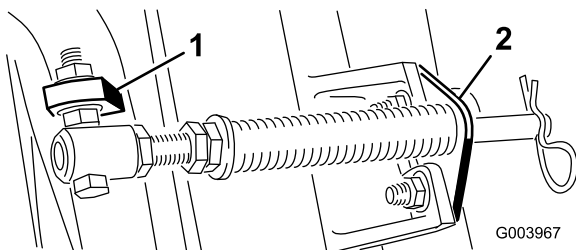
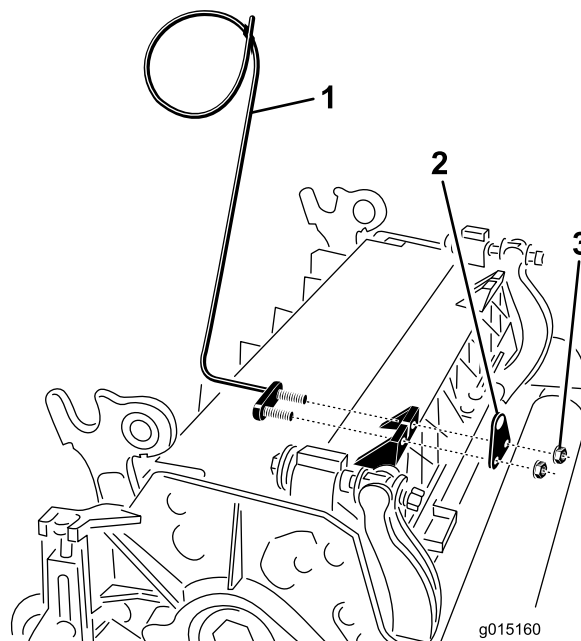

Figura 11
Figura 13
- C. Monte o parafuso no tubo da mola no separador oposto na estrutura de suporte e prenda com a porca flangeada. A cabeça do parafuso deve ser colocada no lado de fora do separador conforme ilustrado em Figura 11.
D. Monte o suporte da barra nos separadores da unidade de corte com os parafusos e porcas da carroçaria (Figura 11). Adicionalmente, na unidade de corte, monte o guia de tubos do lado esquerdo na frente dos separadores da unidade de corte ao reinstalar o suporte da barra (Figura 13).